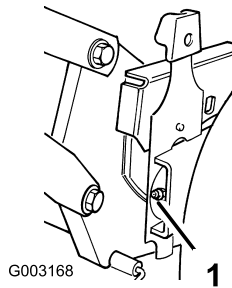

Figura 22
2. Limpie con un trapo limpio los puntos de engrase (Figura 22).